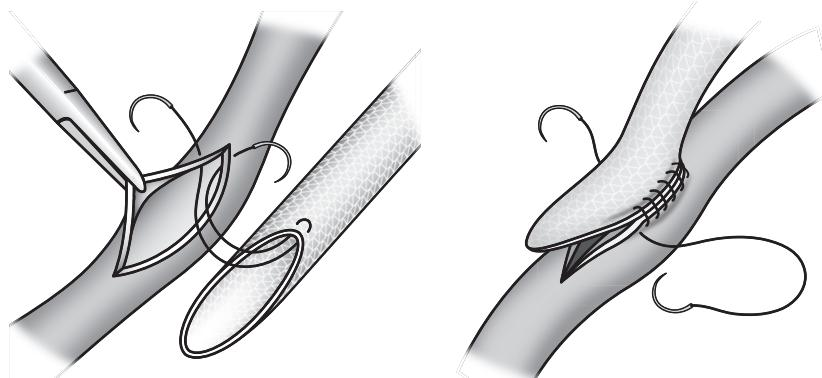

Fig. 5
2. El polipropileno en monofilamento es el material de sutura preferido. Durante la sutura, dé la vuelta a los bordes de la prótesis y asegúrese de que todo el grosor de la pared y el orificio de la malla queden incorporados en cada punto. Fig. 5. Se aconseja que al suturar se utilicen solamente agujas que no sean cortantes.